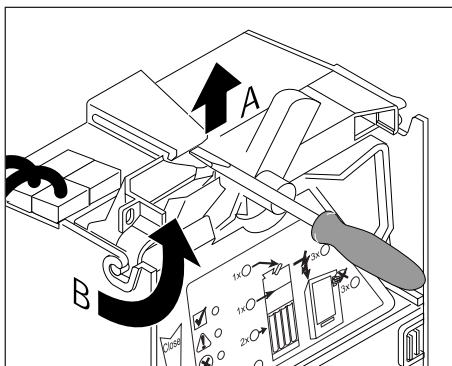

Abb. 6a: Münzprüfer herausklappen
- 1 Münzprüfer aus dem Geldwechsler herausklappen (s. Abb. 6a).